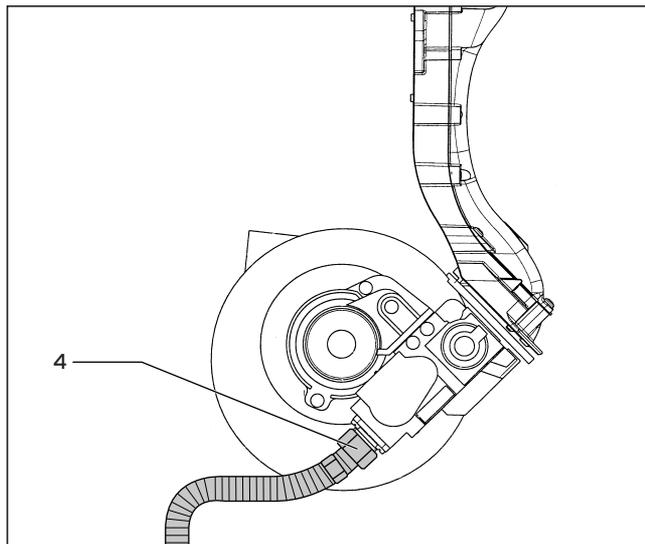
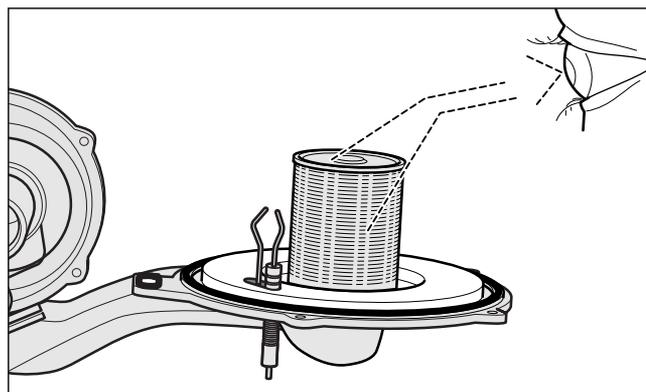

Рис. 7.2 Отсоединение и присоединение газового штуцера к газовой арматуре
Рис. 7.5 Проверка горелки
- Отпустите крепежный винт (1) трубы всасывания воздуха и поверните трубу всасывания воздуха (2) вперед; затем снимите трубу со всасывающего патрубка.
- Вытащите оба штекера запального и заземляющего провода из запального электрод (3).
- Отсоедините линию подачи газа (4) на нижней стороне газовой арматуры (рис. 7.2).
Опасность ожогов и травмирования из-за выхода горячих продуктов сгорания! Оба силиконовых уплотнения (1) на термо-модуле (рис. 7.5) (ЕТ-№ 981 046) необходимо заменять после каждого демонтажа модуля в рамках технического обслуживания! Изоляция фланца горелки (2) на термо-модуле (рис. 7.5) (ЕТ-№ 210 734) не должна иметь повреждений. В противном случае заменить ее.
- Замените силиконовые уплотнения (1)
- Установите термо-модуль (8) на интегральный конденсационный теплообменник (9).
- Равномерно затяните 5 гаек (7) в крестообразном порядке.
- Установите трубу всасывания воздуха (2) на всасывающий патрубок и затяните винт (1).
- Присоедините линию подачу газа (4) с новым уплотнением (ET-№ 980 012) к газовой арматуре (рис. 7.2). При этом для удерживания используйте поверхность под ключ на гибком газопроводе.
- Подключите оба штекера запального и заземляющего провода к запальному электроду (3).
- Присоедините кабель (5) к двигателю вентилятора и кабель (6) к газовой арматуре.
**Опасность отравлений и пожаров из-за выхода газа в связи с имеющимися неплотностями! Проверить газонепроницаемость газового штуцера (4) аэрозольного течеискателя (рис. 7.2)!**